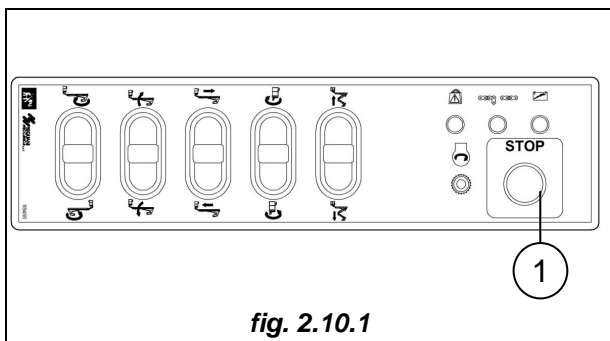
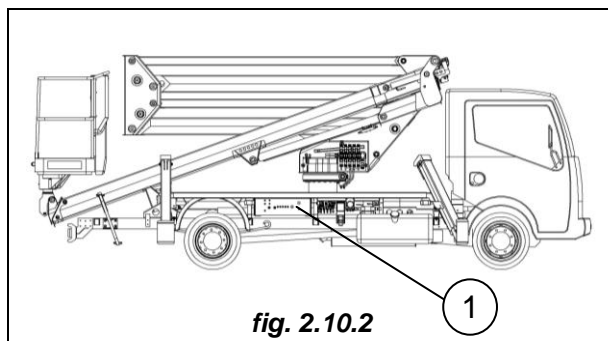

fig. 2.10.1
fig. 2.10.2
Pulsante rosso a fungo con sfondo giallo posizionato uno (*pos. 1 fig. 2.10.1*) sul quadro comandi in piattaforma e l'altro (*pos. 1 fig. 2.10.2*) sul quadro a terra. Premendo uno dei due pulsanti si disattivano tutte le manovre della piattaforma di lavoro elevabile e il motore del veicolo si spegne. Per riattivare la funzionalità della macchina, ruotare il pulsante in senso orario.